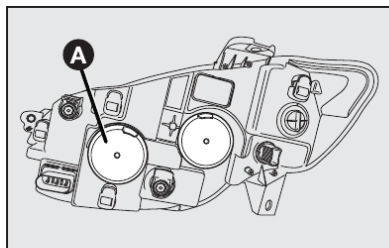
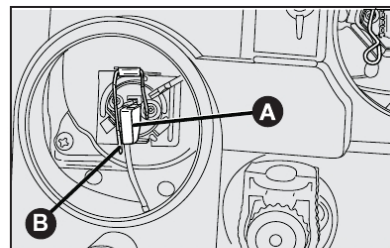

fig. 25
fig. 26
- 1) Remover a tampa de borracha **A-fig. 25** para ter acesso às lâmpadas.
- 2) Soltar o conector **A-fig. 26** de alimentação da lâmpada;
- 3) Retirar o porta-lâmpada pressionando a presilha **B-fig. 26** abrindo-a lateralmente;
- 6) Reenganchar a presilha de fixação **B-fig. 26** e recolocar o conector **A-fig. 26**, colocando por último a tampa de borracha **A-fig. 25**.